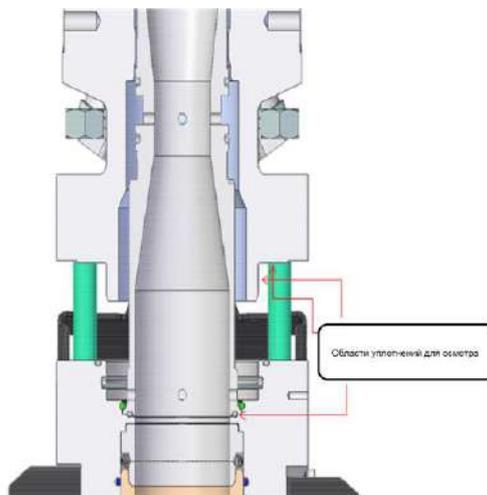

Рисунок 7. Области уплотнений
- После снятия всех уплотнений очистите и осмотрите все области уплотнения (см. рисунок 7), на предмет повреждений. Любые изъяны или следы на них должны проверяться и оцениваться на предмет возможности дальнейшего использования.